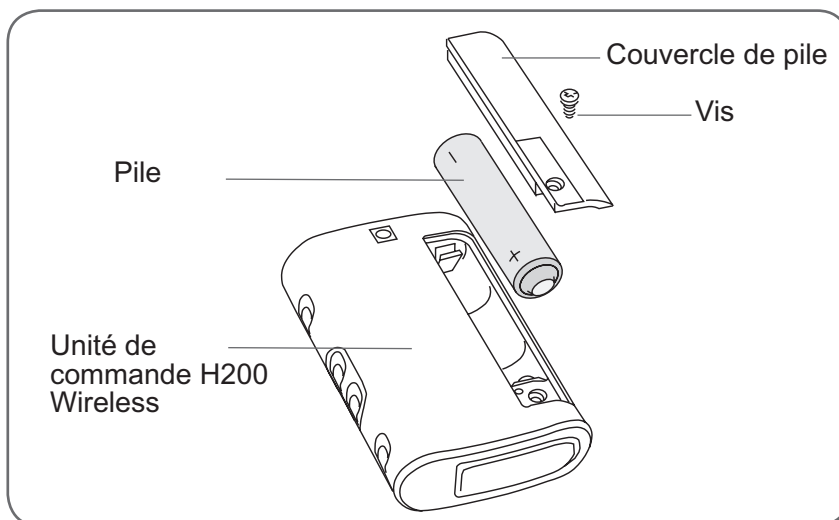

Figure 11-1 : Remplacement de la pile de l'unité de commande H200 Wireless.
1. À l'aide d'un tournevis Phillips, retirez la vis du couvercle de la pile à l'arrière de l'unité de commande H200 Wireless. Reportez-vous à la Figure 11-1.